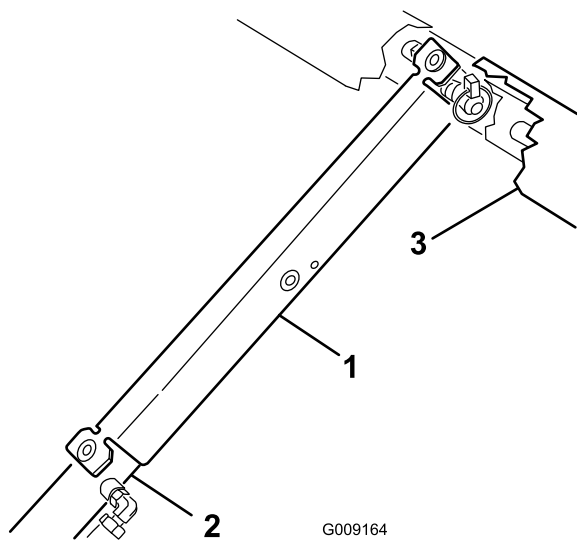

Рисунок 12
9. Поместите опору кузова на шток гидроцилиндра, проследив, чтобы концевые лепестки опоры опирались на торец корпуса гидроцилиндра и на торец штока гидроцилиндра (Рисунок 12).